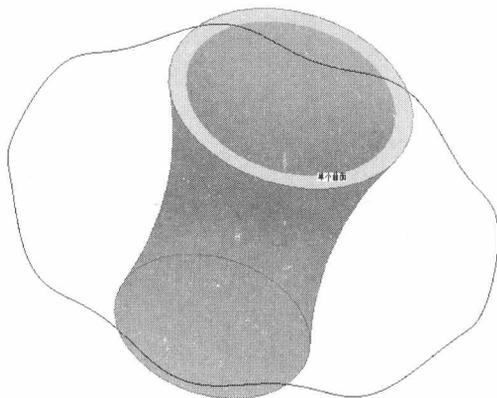

图1-10
- (3) 单击  处，按住 **Ctrl** 键选取整个外表面，如图 1-10 所示。